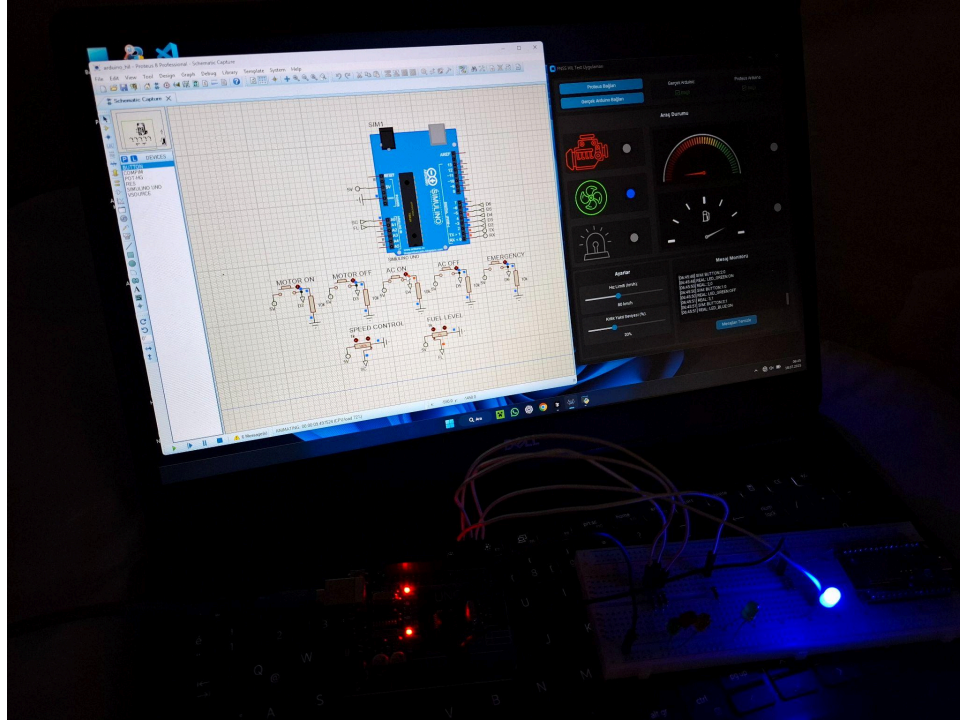

Fig.4 - Klima Açık
- Klima açık: Mavi LED yanar (Fig.4)